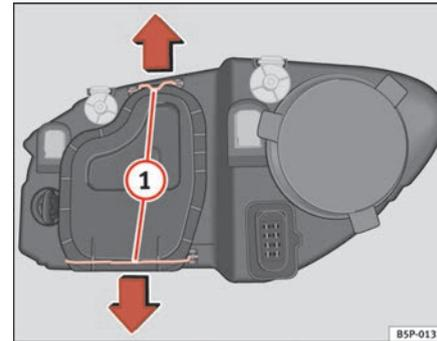

Fig. 179 Luz de cruce
- Desplace los tirantes ⇒ página 271, fig. 179 ① en el sentido de la flecha y saque la tapa.